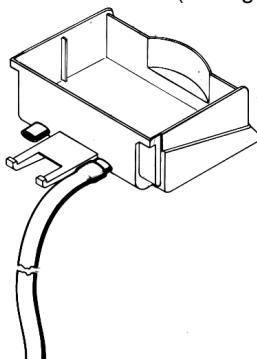

figure 1
- 8** Le tiroir égouttoir est équipé de deux raccords de drainage avec diaphragme. Si l'on désire que le vidage du tiroir s'effectue en continu, il faut percer le diaphragme (par exemple avec un tournevis) de l'un des deux raccords de drainage et le brancher à un tuyau d'évacuation (voir figure 1).